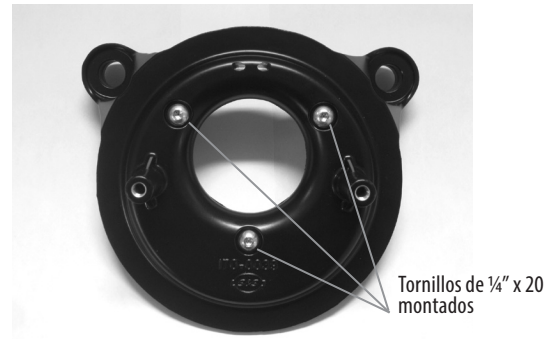

Figura 2
2. Coloque los tres tornillos como se muestra en la **figura 2**.